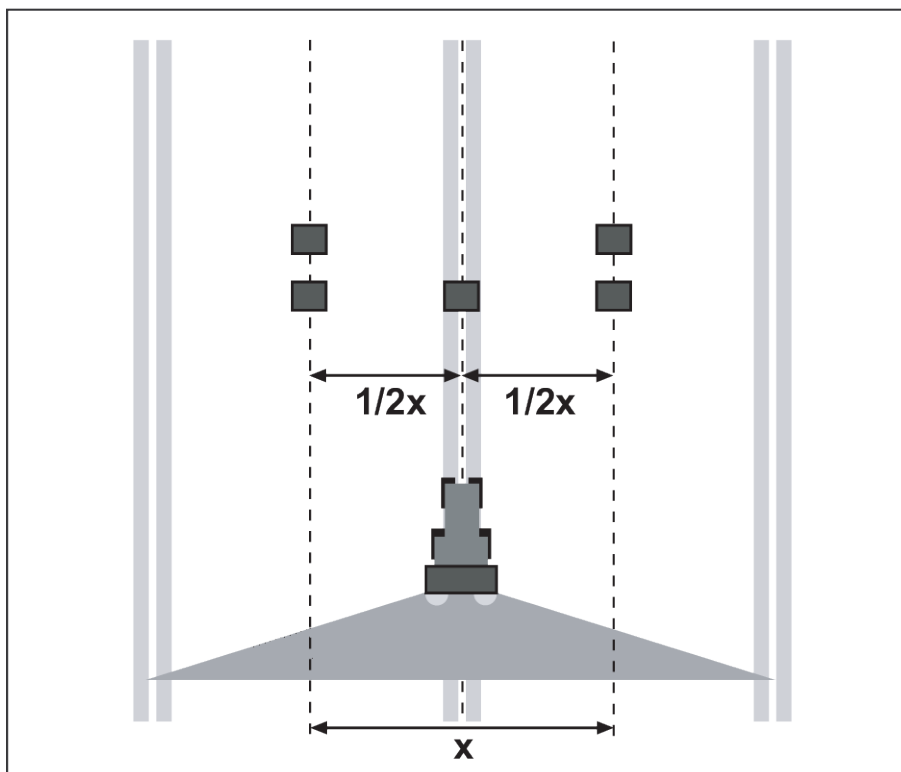

Abb. 53: Aufstellung für eine Überfahrt
- ▶ Je zwei Auffangschalen im Abstand von **1 m** hintereinander in den Überlappungszonen (zwischen den Fahrgassen) und eine Auffangschale in der Fahrspur aufstellen (entsprechend Abb. 53)